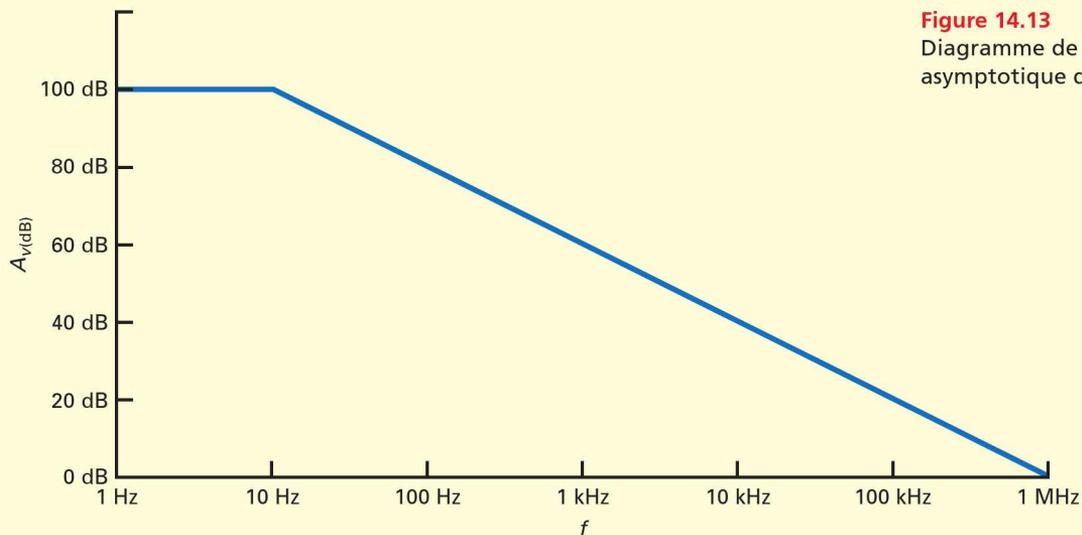

Figure 14.13
La figure 14.13 représente cette courbe idéale. Après la cassure des 10 Hz, la courbe chute de 20 dB par décade jusqu'à 0 dB à 1 MHz. Le gain est unitaire (1) à cette fréquence. Les fiches techniques indiquent très souvent la **fréquence du gain unitaire** (identifiée par f_T : fréquence de transition) car elle donne la fréquence limite de l'ampli opérationnel. Le composant peut fournir du gain en tension jusqu'à la fréquence f_T , mais pas au-delà.